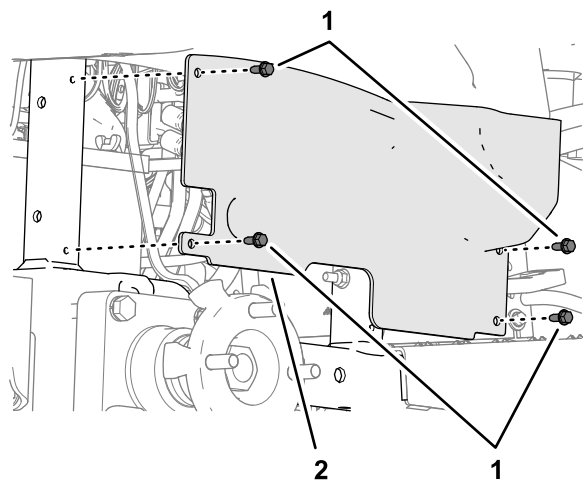

図 31
3. ホイールシュラウドをマシンのフレームに固定しているフランジキャップスクリュー (1/4 x 5/8") 4本を取り外す 図 31。
- ホイールシュラウドの穴をマシンのフレーム (図 31) に合わせ、手順3で取り外したフランジキャップスクリュー (1/4 x 5/8") 4本を使ってシュラウドをフレームに固定する。